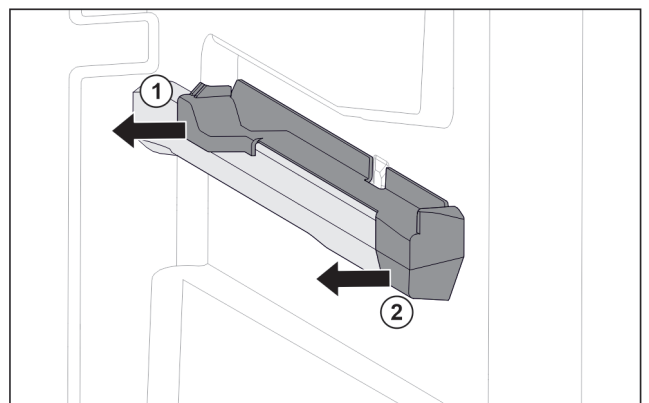

Fig. 76 Pieza de acoplamiento en la nervadura para recipientes derecha
- ▶ Retire la pieza de acoplamiento por detrás lateralmente. Fig. 76 (1)
- ▶ Retire la pieza de acoplamiento por delante lateralmente. Fig. 76 (2)